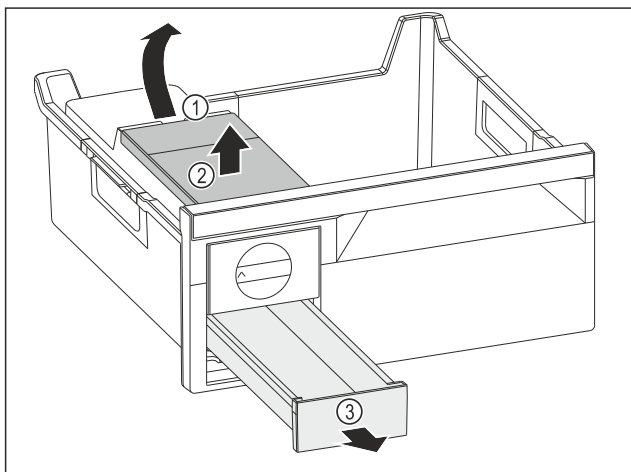

Fig. 73
- ▶ Sacar el depósito de agua: Subir el depósito de agua por la entalladura Fig. 73 (1).
- ▶ Extraer el depósito de agua Fig. 73 (2) por arriba.
- ▶ Extraer el cajón para cubitos de hielo Fig. 73 (3) por delante.